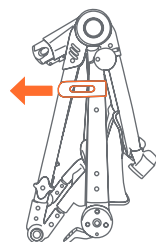
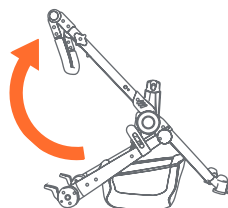

Fig. 1a
Fig. 1b
- 1) • Destrabe la palanca de liberación (Fig. 1a). Despliegue el armazón del cochecito tirando hacia arriba del manubrio (Fig. 1b). La barra se trabará cuando las patas estén completamente extendidas.